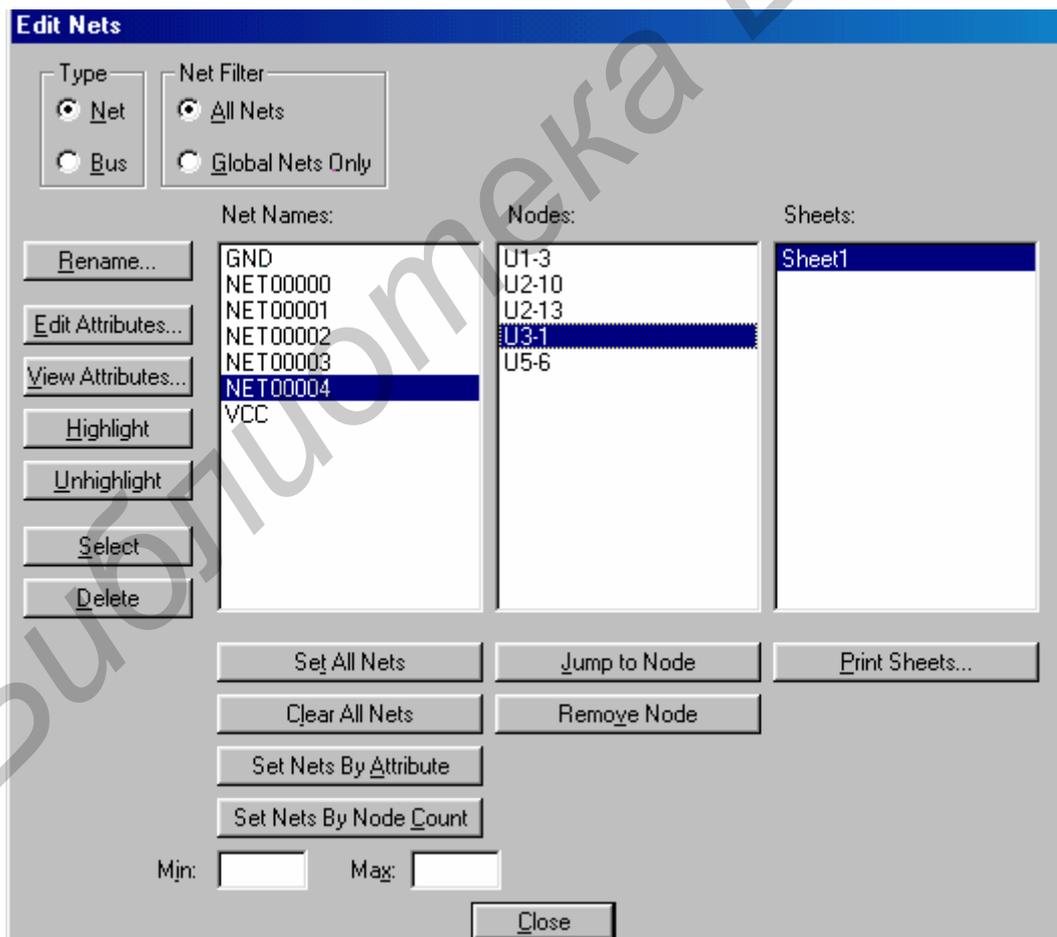

Рис. 2.9. Меню выбора цепей
7. Поиск объектов. Выберем компонент и щелчком правой кнопкой мыши развернем всплывающее меню, в котором укажем команду **Highlight Attached Nets** — в результате высвечиваются все цепи, подключенные к этому компоненту. Для поиска на схеме компонента выполняют команду **Edit>Parts** и в открывшемся меню со списком всех компонентов курсором указывают имя конкретного компонента. После нажатия на кнопку **Jump** этот компонент ярко высвечивается, даже если он находится на другом листе схемы (листы схемы переключаются автоматически). Аналогичную процедуру выполняют при выборе цепи в меню команды **Edit>Nets** (рис. 2.9).